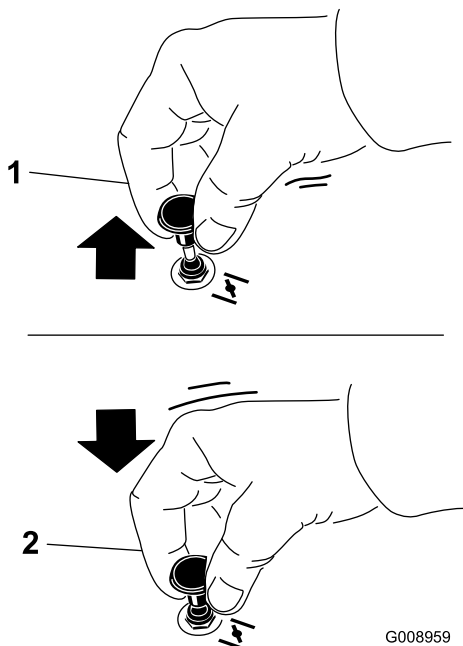

Figura 12
2. Tire hacia arriba del mando para activar el estárter antes de girar la llave del contacto (Figura 12).
3. Presione hacia abajo el control del estárter para desactivar el estárter después de que el motor arranque (Figura 12).